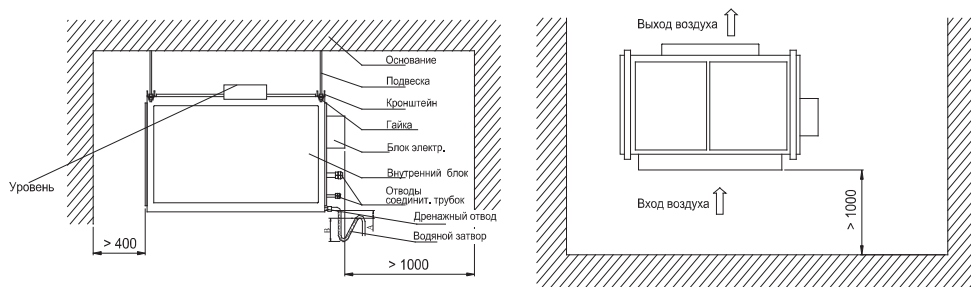

Рис. 9.4
9.3.1 Внутренний блок должен быть установлен горизонтально с использованием строительного уровня, рис. 9.4.